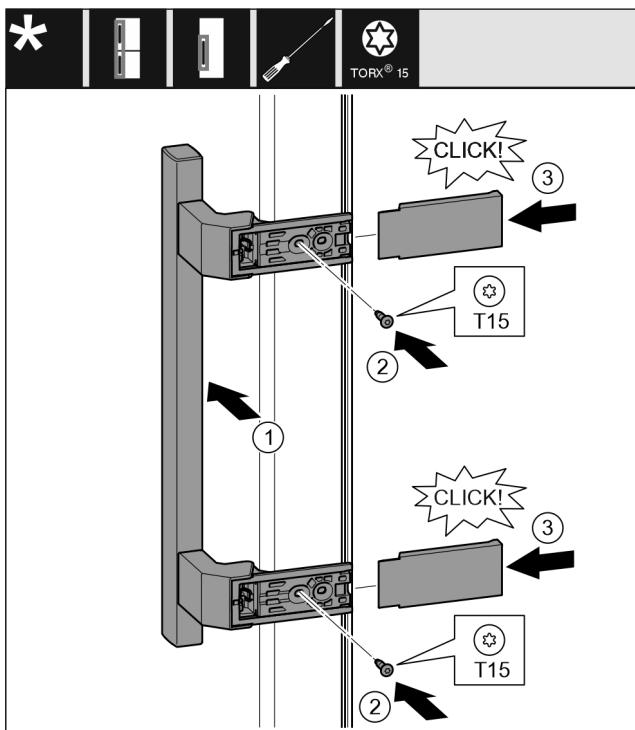

Fig. 20
- Držadlo nasadte na opačnú stranu. Fig. 20 (1)
- Skrutkovačom T15 pevne zaskrutujte skrutky. Fig. 20 (2)
- Kryty nasadte a nasuňte zberu. Fig. 20 (3)